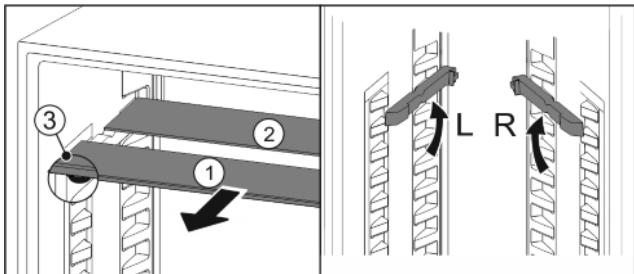

Fig. 23
- Издърпайте Fig. 23 (1) поотделно стъклените площи напред.
- Стъклената плоча Fig. 23 (1) с ограничителя на изтеглянето е отпред.
- Ограничители сочат надолу Fig. 23 (3).